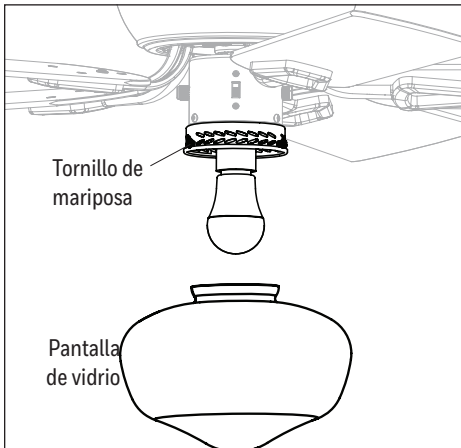

Figure 4.7
7. Afloje los tres tornillos de mariposa en el borde inferior del kit de iluminación. Levante la pantalla de vidrio en el kit de iluminación y apriete los tornillos mariposa flojos para asegurarlos (Figure 4.7).